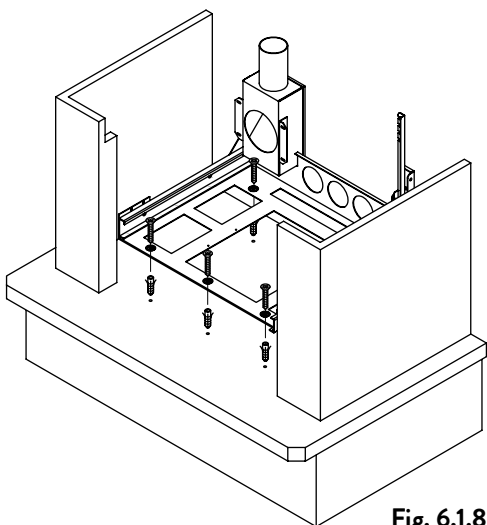

Fig. 6.1.8
- 2) Positionner et fixer le soubassement au plan de la cheminée à l'aide des chevilles (Fig. 6.1.8) ;